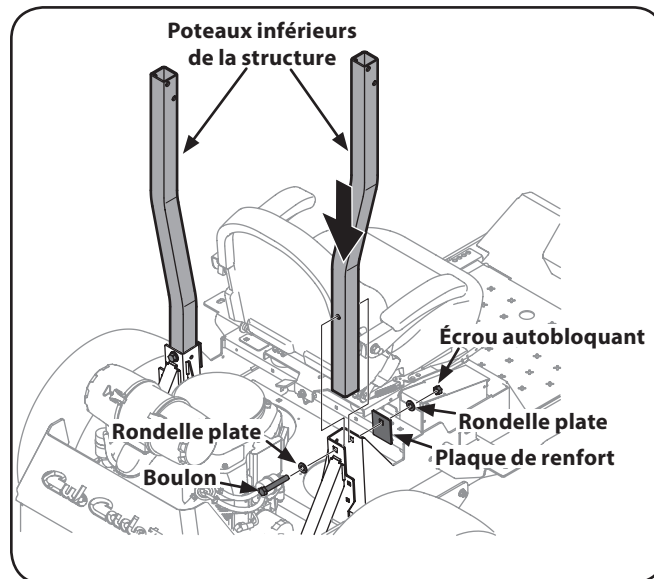

Figure 3-4
1. Insérez les poteaux tubulaires de la section inférieure de la structure de protection dans les supports soudés au châssis principal de l'appareil. Voir Figure 3-4.
2. Insérez un des boulons de l'ensemble de quincaillerie dans la rondelle plate, puis dans le support du châssis et dans le poteau de la structure de protection anti-retournement, de l'arrière vers l'avant. Répétez la procédure sur l'autre côté. Voir Figure 3-4. Si l'accès est restreint, insérez les boulons de l'avant vers l'arrière.
3. Installez les plaques de renfort, les rondelles plates et les écrous autobloquants sans complètement les serrer. Voir Figure 3-4.
6. Serrez la quincaillerie de montage à un couple de 80-90 lb/pi. Voir Figure 3-4.